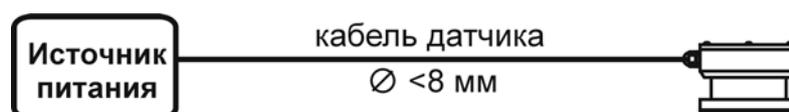

Рис.10.1.
10.2.1. Простейшая ветвь (рис.10.1.) это линия от источника до уровнемера выполненная кабелем одного сечения  $S_{кд}$ . Подробный расчёт данной ветви см. приложение 1.1. Максимально допустимая длина (в метрах) подводящего кабеля рассчитывается по формуле: